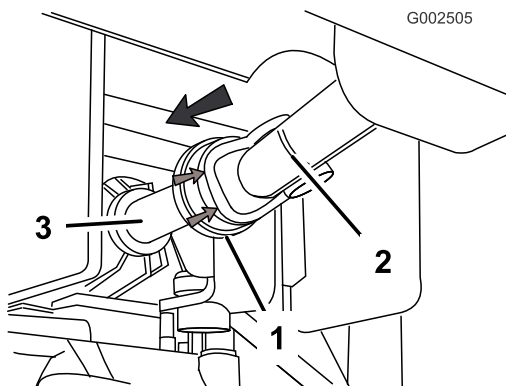

Bild 14
- Ziehen Sie die Gummihaube vorne am Zapfwellenantrieb (ZWA) nach hinten (Bild 14).
- Montieren Sie die Antriebswelle auf der ZWA-Abtriebswelle (Bild 14).